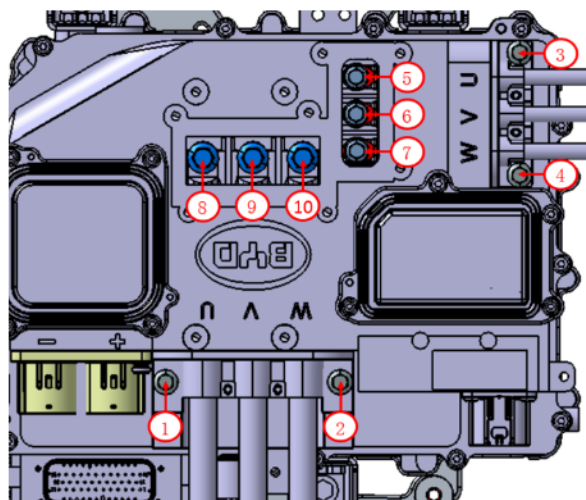

图 6.15
⑤ 先拆下密封盖，并安装驱动电机和 BSG 电机三相线（先固定连接器，再固定线鼻子，按照①→⑩的顺序依次拧紧螺栓）（图 6.15）